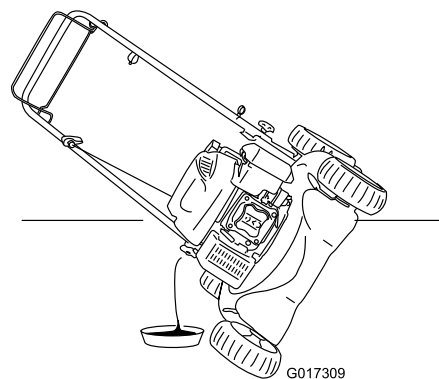

Figura 20
5. Coloque el cortacésped de lado con la varilla de aceite hacia abajo para drenar el aceite usado a través del tubo de llenado de aceite (Figura 20).